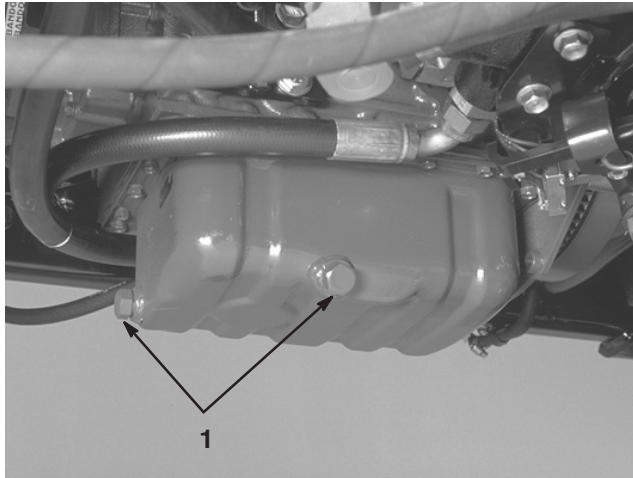

Bild 40
1. Entfernen Sie eine Ablassschraube (Bild 40) und lassen das Öl in ein Auffanggefäß ab. Schrauben Sie die Ablassschraube wieder ein, nachdem das Öl abgelaufen ist.